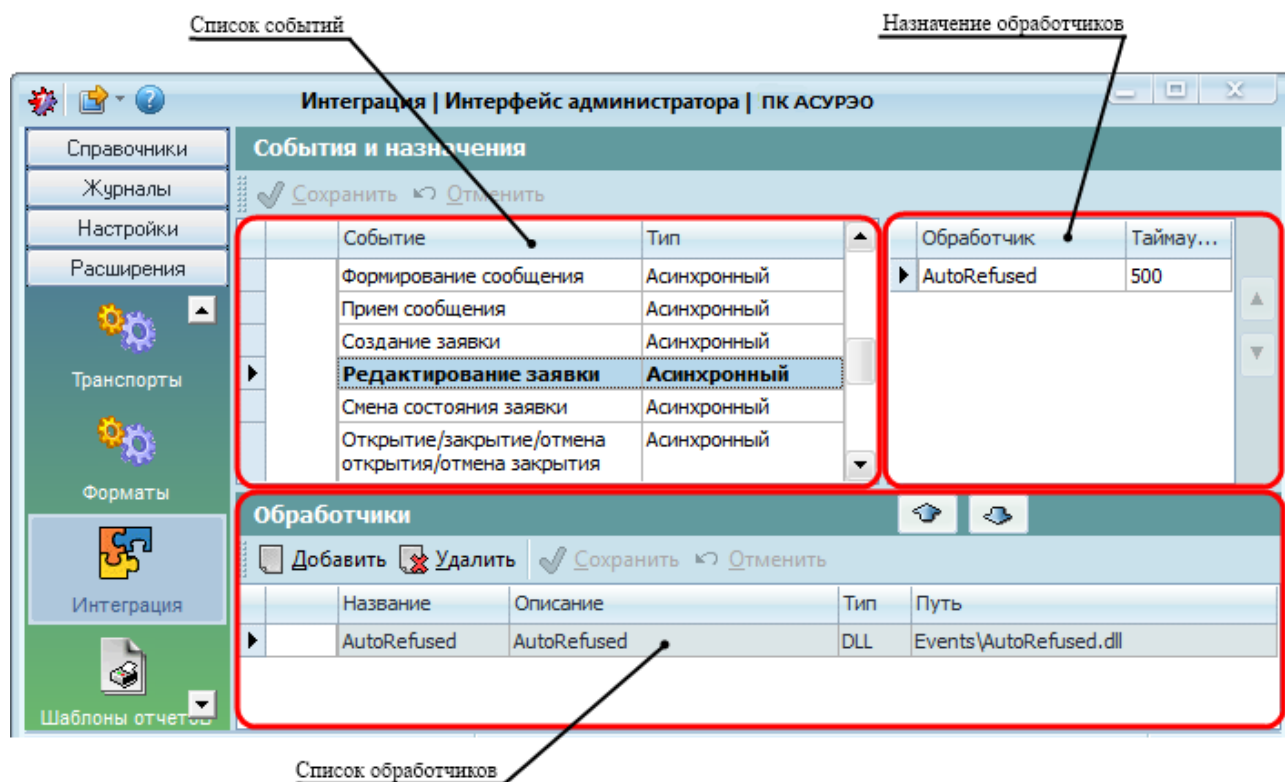

Рисунок 7.110 – Форма «Интеграция»
- **Список обработчиков.** Область содержит настраиваемый перечень всех зарегистрированных в системе обработчиков. Список представляет собой таблицу, поля которой соответствуют параметрам обработчиков. Для того чтобы обработчик можно было назначить на событие, его необходимо зарегистрировать в АСУРЭО. Регистрация обработчика включает задание параметров обработчика и сохранение информации об обработчике на сервере АСУРЭО. Регистрация (добавление) новых обработчиков, их редактирование и удаление производится с помощью соответствующих кнопок на панели инструментов в области «Список обработчиков» (Рисунок 7.110). Работа с кнопками [Добавить], [Удалить], [Сохранить], [Отменить] описана в разделе «6.3.2 Описание основных элементов управления». Список регистрируемых обработчиков заполняется администратором комплекса и содержит следующие поля: